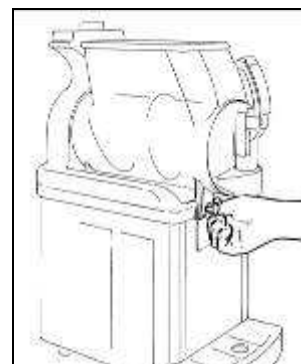

Abb. 25
- Schrauben Sie die zwei Behälterschrauben bis zum Anschlag ein, um den Behälter zu befestigen (Abb. 25).